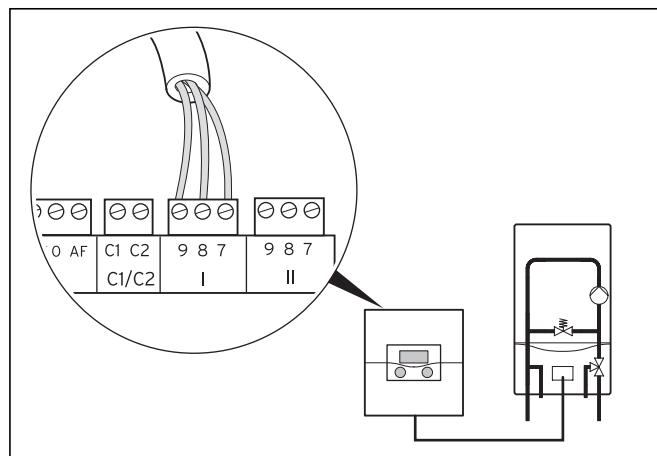

Рис. 5.1 Подключение отопительного аппарата
- Выполните соединительную проводку отопительного аппарата с помощью соединительной линии (мин. 3x0,75 мм2) (→ рис. 5.1).